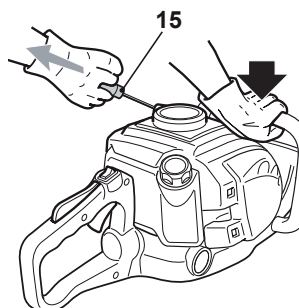

Fig. 11
- > Mantenga el producto en posición estable y estire firmemente de la palanca de arranque en retroceso (15); repita hasta que arranque el motor (Fig. 11).